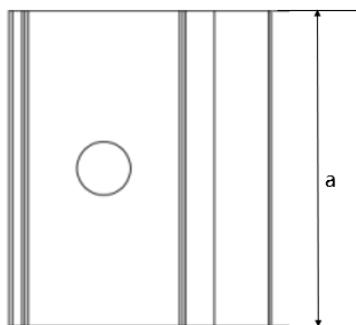
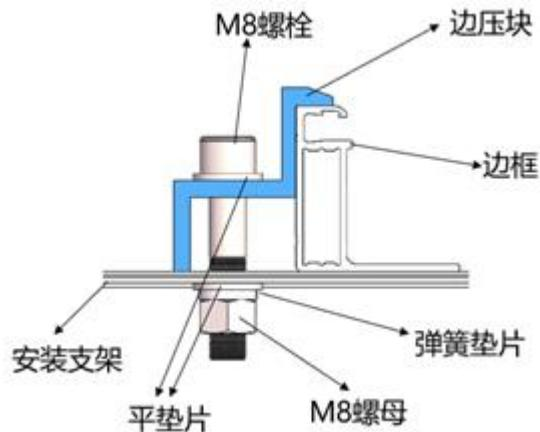
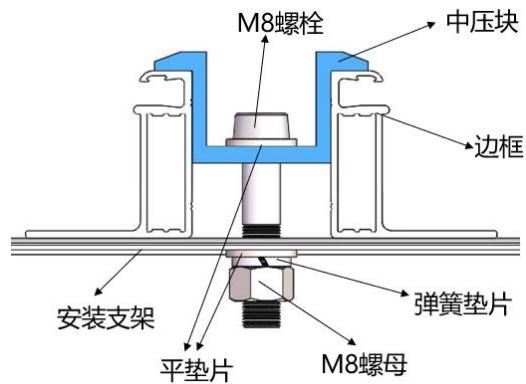

図 7 クランプの上面イメージ図
図 9 エッジクランプの取付イメージ図
図 10 中間クランプの取付イメージ図
- ① 2 本のラック（付属していません）の上にモジュールを置きます。ラックは、ステンレス製または防食処理（溶融亜鉛メッキなど）を施したものを使わなければなりません。各太陽電池モジュールは少なくとも 4 つのクランプで固定され、設置の際、クランプが直接にガラスに接触してフレームを変形させると、モジュールが破損することがありますので、ご注意ください。
- ② クランプの影により太陽電池モジュールの発電面を遮らないよう気を付けてください。クランプが排水穴を塞がないようにしてください。プラケットの上面でモジュールのフレームと接触する部分には、M8 ボルト用の凹みが必要です。
- ③ プラケットに凹みがない場合、ボルトで固定するように、上記の位置に適当な径の穴を開けます。
- ④ 平ワッシャー、スプリングワッシャー、ナットの順にクランプを装着します。
- ⑤ 図 7、8 はエッジクランプのイメージ図です。図 9、図 10 は取付イメージ図です。クランプのサイズは $a \geq 50\text{mm}$ 、厚さ $\geq 4\text{mm}$ 、フレームとの重ね幅 $d \geq 10\text{mm}$ です。または、 $a \geq 60\text{mm}$ 、